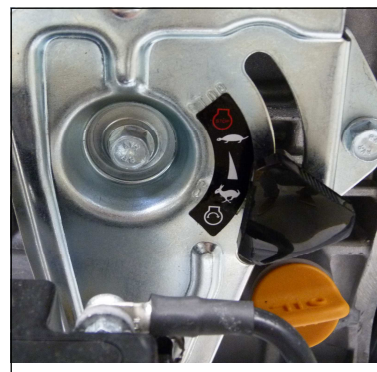

Abb. 2 - Gashebel
4. Gashebel auf Volllast stellen (Abb.2).